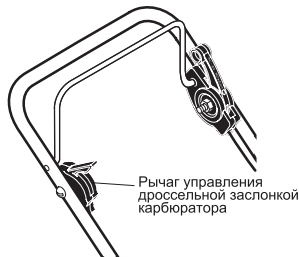

Рис. 5
2. Рычаг управления дроссельной заслонкой карбюратора переведите в положение «БЫСТРО» (Рис. 5).
- Для уменьшения частоты вращения вала двигателя переместить рычаг управления дроссельной заслонкой назад в положение «МЕДЛЕННО» (Рис. 5).
- Для увеличения частоты вращения вала двигателя переместить рычаг управления дроссельной заслонкой вперед (Рис. 5).
- В процессе нормальной эксплуатации газонакосилки рычаг управления дроссельной заслонкой (Рис. 5) должен быть установлен в положение «БЫСТРО», что обеспечит вращение вала двигателя с максимальной частотой.
Для остановки двигателя рычаг управления дроссельной заслонкой карбюратора (Рис. 5) переведите назад до упора в положение «СТОП»